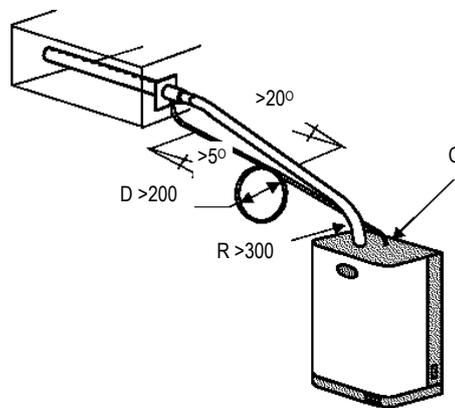

Рис. 4.6.3
2. Для короткой прокладки (менее 2 м) сгиб радиусом не менее 300 мм, далее подъем вверх под углом не менее  $20^\circ$  (см. Рис. 4.6.3).
Если позволяет расстояние до распределителя, трубку можно подсоединить к патрубку С (входит в комплект поставки), который привинчивается сверху увлажнителя для слива конденсата обратно в паровой цилиндр (см. Рис.4.6.3).